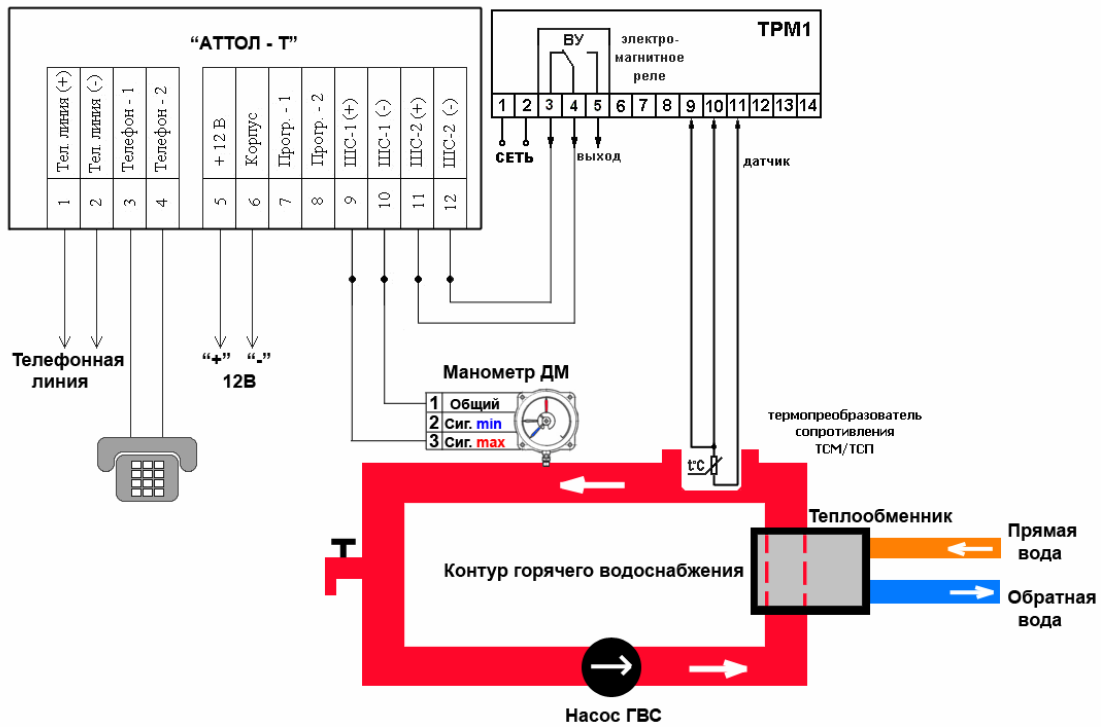

Рис.6
Схема электрическая подключения комплекса приведена рис.6.
- подключить ТА к конт. 7, 8 контактной колодки XS1 (рис.6);